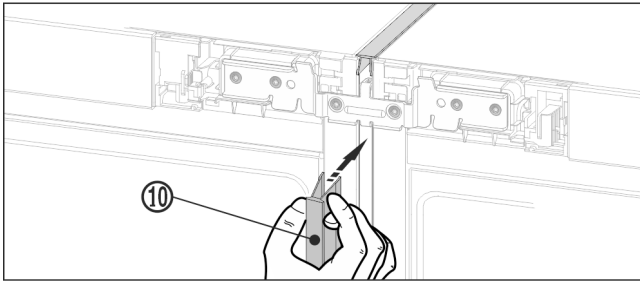

Fig. 21 *
- Sul lato anteriore premere il listello superiore Fig. 21 (10) lungo nella fessura verticale. Assicurarsi che il listello poggia sulla lamiera di collegamento.*